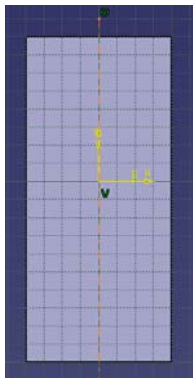

图 3-72
(2) 上面画中央一个垂直轴线后用 Mirrored Extent 功能画如图 3-72，3-73。